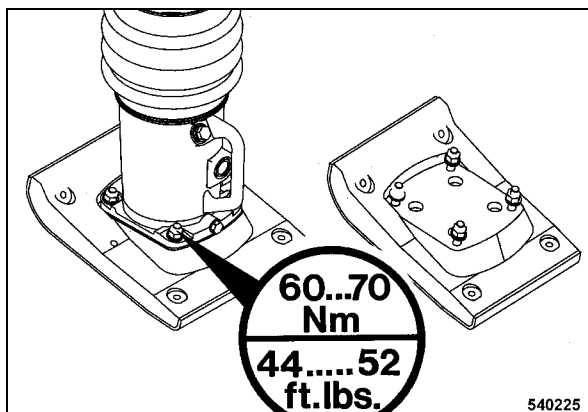

рис. 25
- После замены опорной плиты трамбовки (рис. 25) затянуть 4 крепежных винта с моментом затяжки 60 - 70 Нм (44 - 52 фут-фунт).